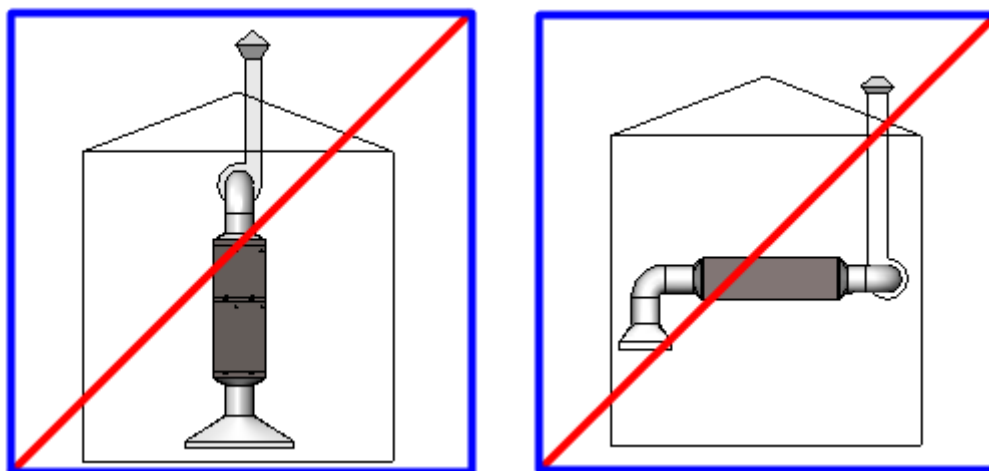

РИС. 6. ЗАПРЕЩЕНО РАСПОЛАГАТЬ ОБОРУДОВАНИЕ В ВЕРТИКАЛЬНОМ И ПЕРЕВЕРНУТОМ ПОЛОЖЕНИЯХ
- в вертикальном и перевернутом положениях (Рис. 6);